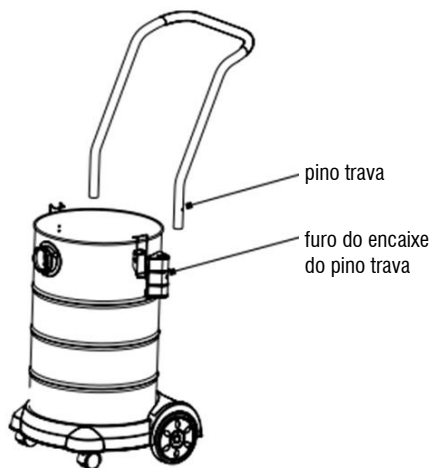

Fig. 5 – Encaixe da alça de transporte
- Encaixe a alça para transporte no corpo do aspirador até que o pino trava seja posicionado no furo de encaixe (Fig. 5). Para remover a alça de transporte aperte o pino trava e puxe a alça de transporte